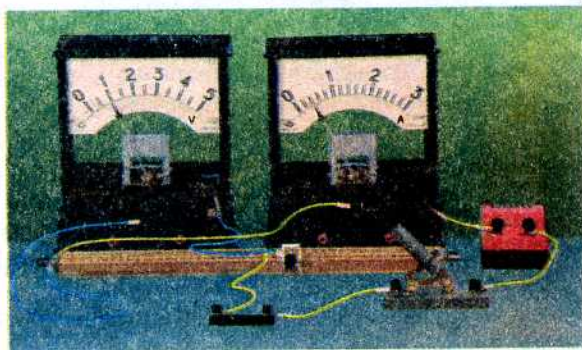

Рис. 12.1. Дослід, який доводить, що опір провідника прямо пропорційний його довжині
Спочатку з'ясуємо, як опір провідника залежить від його довжини. Для цього складемо електричне коло з джерела струму, резистора і тонкого довгого провідника з ніхром, натягнутого на дерев'яну лінійку з двома клемми. Довжину провідника змінюватимемо за допомогою повзунка — спеціального затискача, який можна легко пересувати вздовж провідника. Для вимірювання сили струму та напруги до кола приєднаємо амперметр і вольтметр (рис. 12.1).
З найпростішим реостатом ви вже зустрічалися, коли з'ясовували залежність опору провідника від його довжини (див. рис. 12.1). Звичайно, що реостати, які застосовують на практиці, більш зручні. Розглянемо, наприклад, *двоконтактний повзунковий реостат* (рис. 12.4). Металевий дріт (3) намотують на керамічний циліндр (2) і таким чином зменшують габарити реостата. Над обмоткою закріплюють металевий стрижень (5), по якому переміщують міцно притиснутий до обмотки ковзний контакт — повзунок (4).